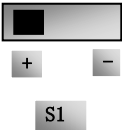
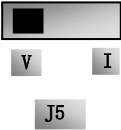

图 5-5
图 5-6
- (6) EN2000 控制板端子附近有一拨动开关 S1，如图 5-5，S1 选择 AI1 通道的电压输入范围，拨到“+”端，AI1 的输入范围是 0~10V，拨到“-”端，AI1 的输入范围是-10~10V，具体拨码开关的对应位置，其他拨码开关的位置方式详见下表 5-2。
- (7) 闭合 DI3 开关，电机开始正向运转；
- (8) 在运行中，可调节设定电位器，修改变频器当前设定频率；
- (9) 在运行中，断开 DI3 开关，再闭合 DI4 开关，电机运行方向改变；
- (10) 断开 DI3 开关和 DI4 开关，电机减速，直到停止运行；
- (11) 断开空气开关，变频器断电。
(12) EN2000 690V/1140V 中压系列变频器有两路模拟量输出端子 A01、A02，A02 端子只可以输出电流信号；A01 端子既可以输出电压信号也可以输出电流信号，电压电流输出选择开关是 J5，见图 5-6，A01 输出关系如表 5-3。